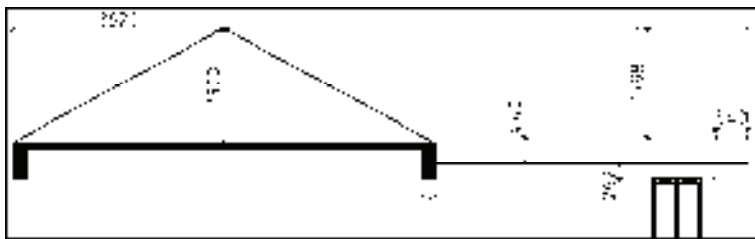

图 13-231 修剪线段
1) 调用“删除”命令，删除多余图形；调用“直线”命令，绘制直线；调用“修剪”命令，修剪线段，结果如图 13-231 所示。